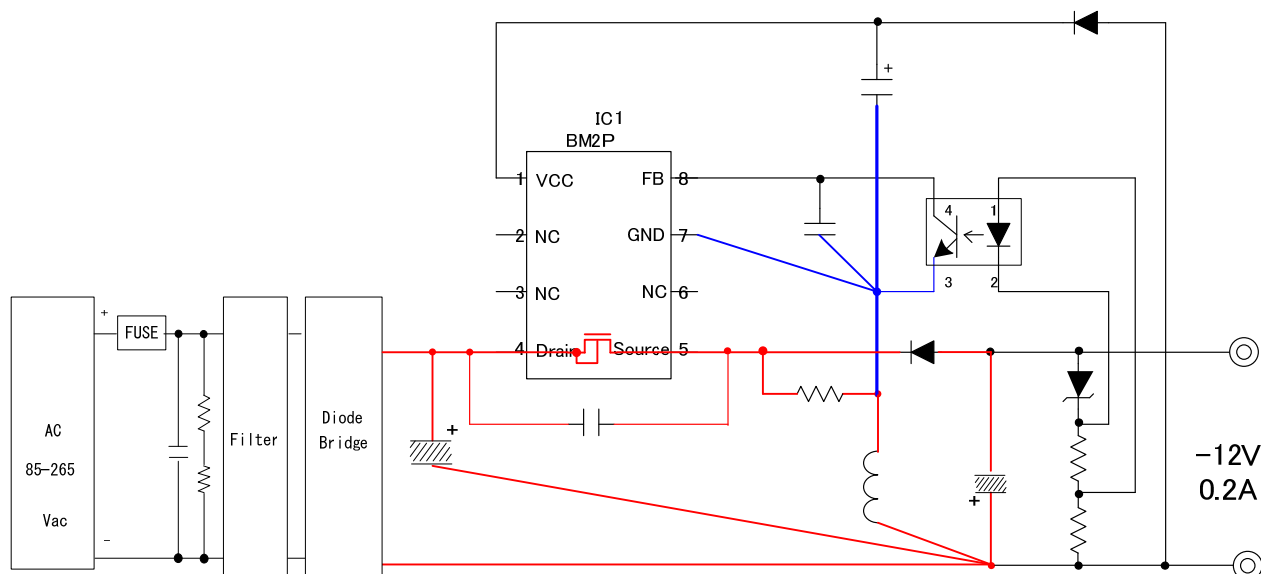

Figure 25. 基板レイアウトパターン
- ① Fig25 で示す赤ラインは大電流経路であり、リンギングや損失の発生要因となるため、できるだけ太く短く、レイアウトしてください。